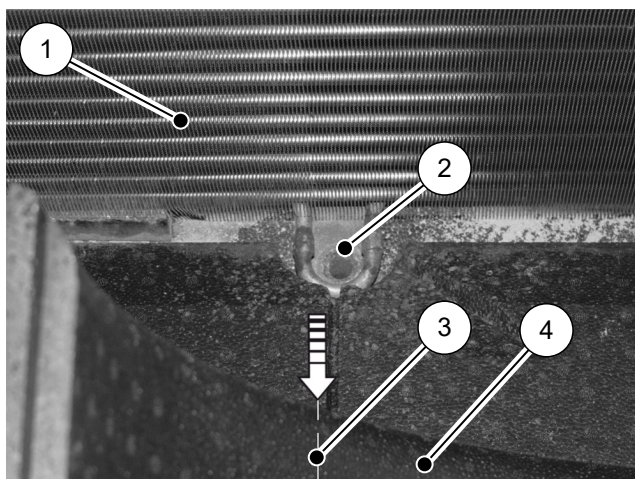

Abb. 33: Kanal zur Durchführung der Kondensatablaufheizung in das Kondensatablaufrohr (Ansicht hinter dem Ventilator)
4. Mit einem Bohrer, Vorstecher oder spitzen Schraubendreher in der EPP-Isolierung unterhalb des Ventilators einen kleinen Kanal zur Leitungsdurchführung herstellen (für die exakte Position siehe → Abb. 32 sowie Abb. 33).